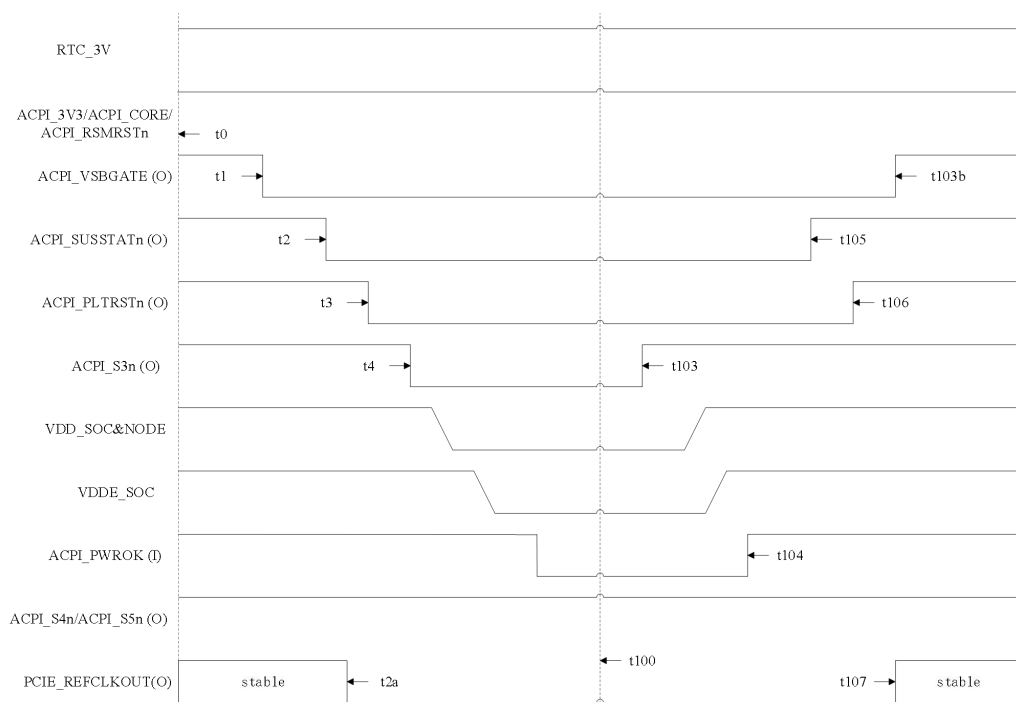
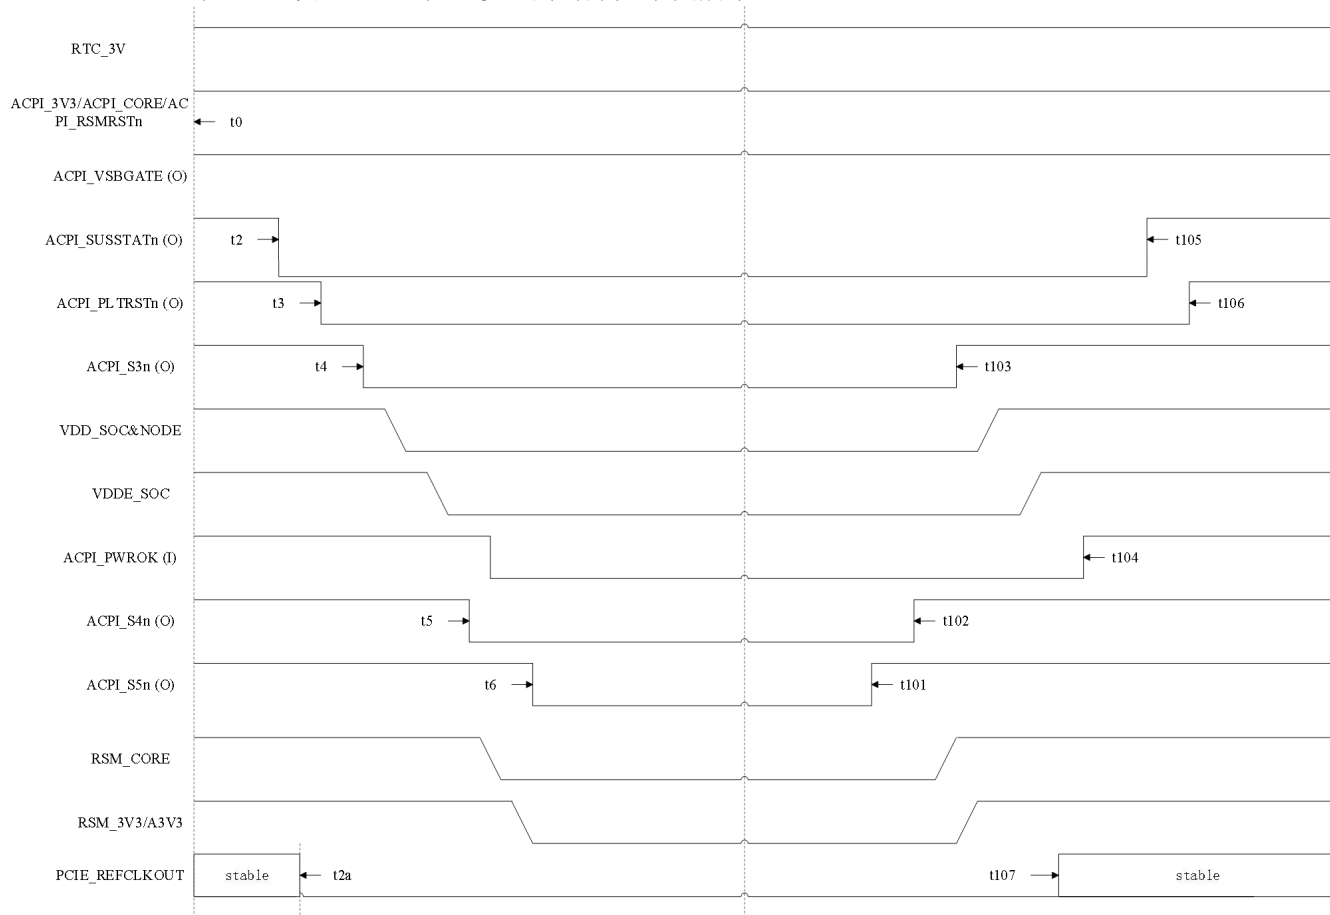

图 6-3 S0 到 S3 及 S3 到 S0 时序图
图 6-4 S0 到 S4/S5 及 S4/S5 到 S0 状态时序图
8. 表6-7对时序的描述对应图6-3及图6-4, 与上述注解不一致的描述以上述注解为准